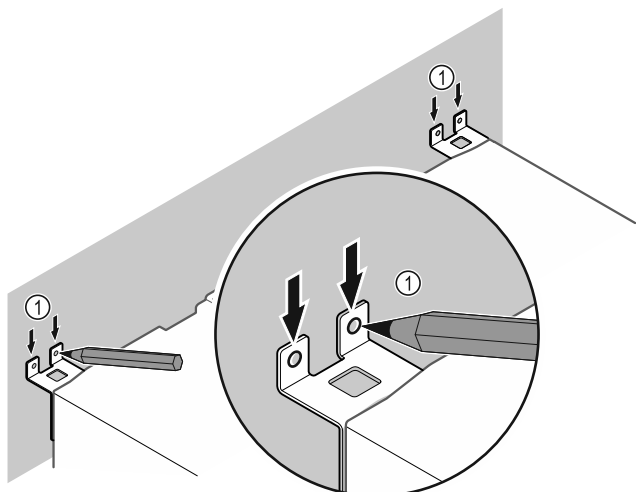

Fig. 12
► Sett merker på veggen Fig. 12 (1).